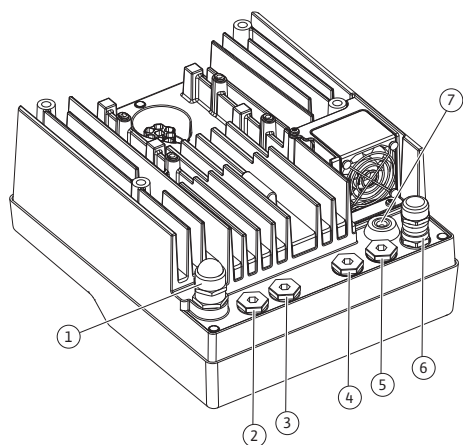

Fig. 19: Kabelforskrutninger/kabelgennemføringer
4. Træk tilslutningskablet gennem kabelforskrning M25 (Fig. 19, pos. 1). Spænd kabelforskrningen med de foreskrevne drejningsmomenter.